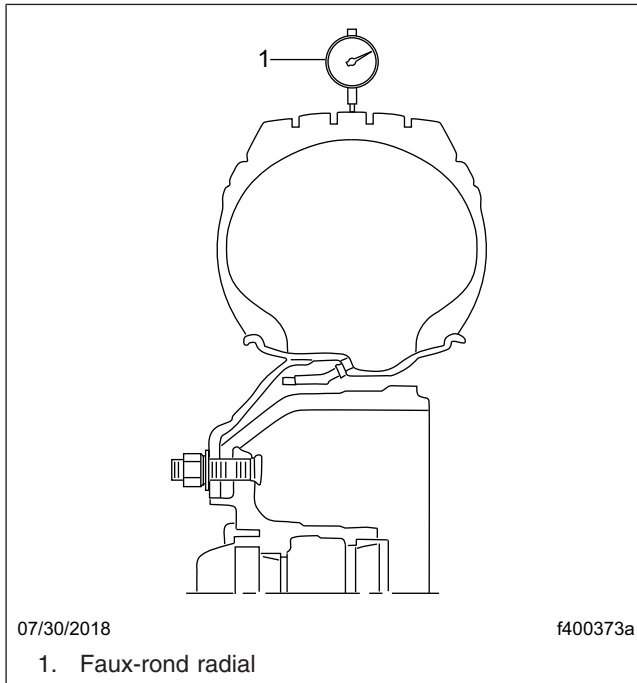

Fig. 2, Vérification du faux-rond radial des roues
4. En commençant par la roue avant droite, utilisez une jauge de contrôle de voile pour contrôler le faux-rond radial. Reportez-vous à la **Figure 2**. Notez la mesure en vue d'une utilisation ultérieure, afin d'éviter toute réclamation concernant les vibrations.